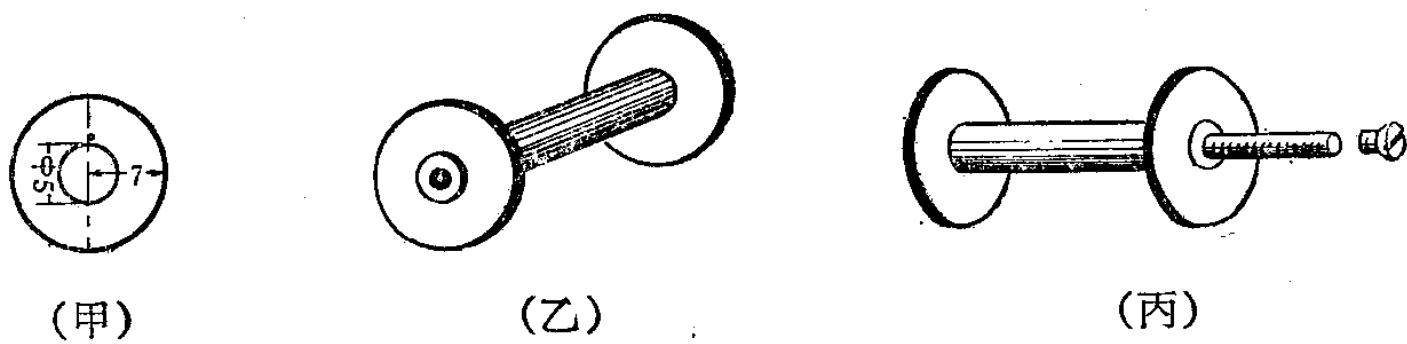

图 9-34
6. 線圈：先用层压板或塑胶板按图9-34（甲）做两片。在铁心上
涂好胶水，裹上一二层絕緣紙，把两片塑胶片套在絕緣紙上，如图9-34（乙）。干后，在铁心一端的螺孔里装一只2毫米的螺絲釘，把头鋸掉，如图9-34（丙），然后夹在手搖钻的钻卡里，就可直接用直径0.05毫米左右的漆包線繞線圈，繞滿为止，線圈內阻最好在250欧姆左右。